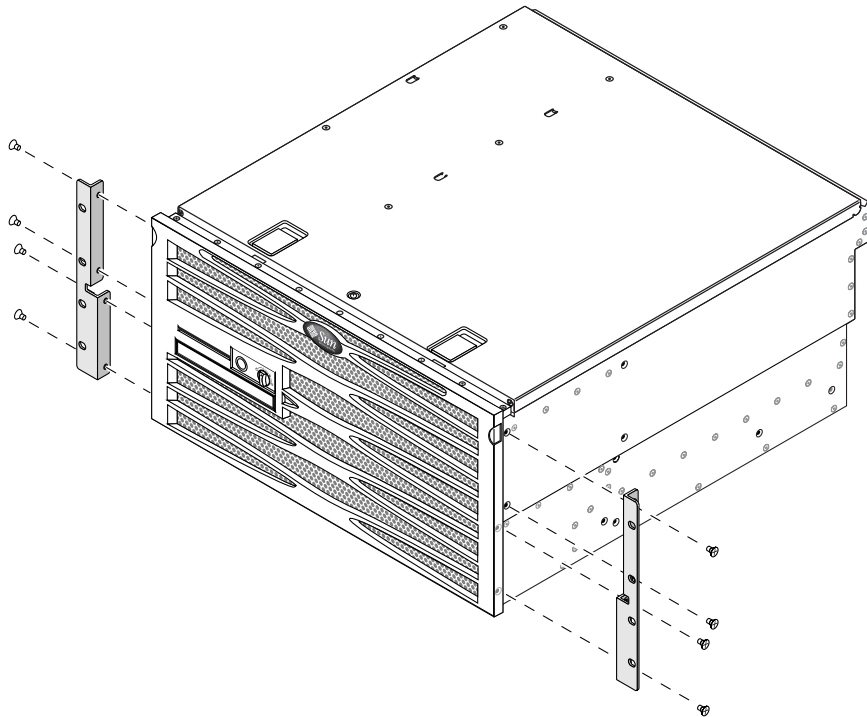

BILD 3-18 Skruva fast monteringskenorna på servern
2. Använd åtta av de medföljande $M5 \times 8$ mm flata stjärnskruvarna (fyra skruvar för varje monteringskena) och skruva fast de främre fasta monteringskenorna på serverns sidor (BILD 3-18).